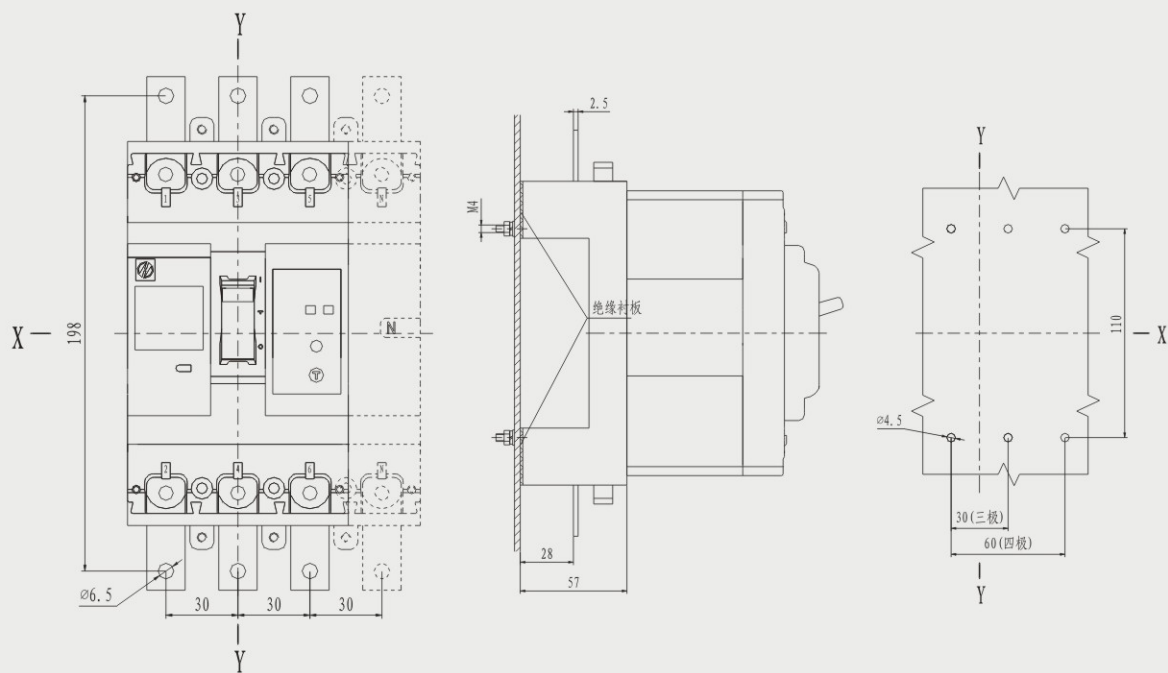

图4
3. HSL6-100 (H、L) 插入式板前接线外形及安装、开孔尺寸 (三极、四极) 见图4